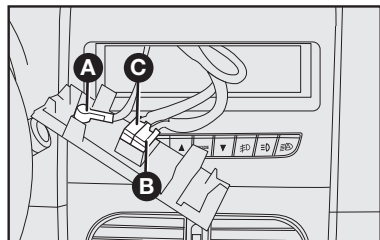

fig. 125
- cabo e plugue de alimentação elétrica para o autorrádio **C**—fig. 125.
– cabo e conector para antena de teto **A**–**fig. 125**.
– cabos e plugue para conexão dos alto-falantes e tweeters **B**–**fig. 125**.
– cabo de alimentação do autorrádio **C**–**fig. 125**.
– cabo para alto-falante dianteiro e traseiro **B**–**fig. 125**.